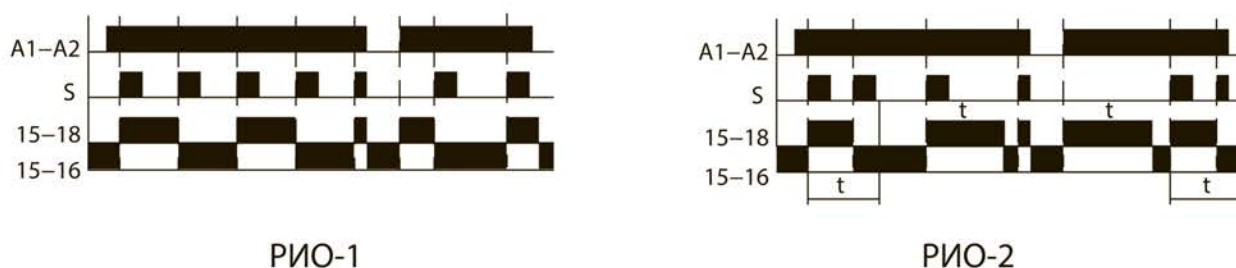

Рисунок 3. Схемы работы реле
6.1. При замыкании кнопочного выключателя, подключенного к реле, происходит подача на него управляющего сигнала (импульса) S . При этом происходит переключение управляющего контакта реле 18–15–16 с нормально замкнутого контакта 15–16 на контакт 15–18, загорается красный индикатор на лицевой панели реле (рисунок 3).
6.2. При повторном замыкании выключателя или замыкании другого выключателя, подключенного к реле, происходит подача повторного импульса S и размыкание контактов 15–18, индикатор красного цвета гаснет (рисунок 3).
ного нажатия выключателя и поступления повторного управляющего сигнала S , то произойдет автоматическое отключение реле через время t (рисунок 3).